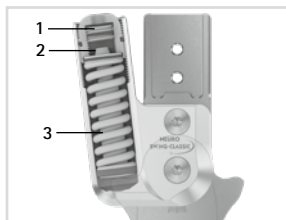
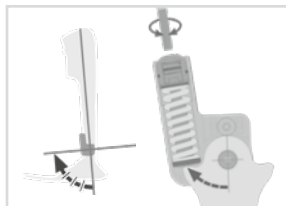
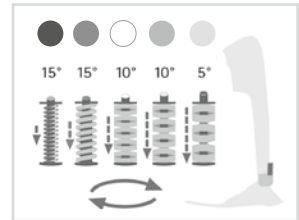

fig. 19
fig. 21
fig. 23
Mediante el tornillo de ajuste de alineación (1; fig. 19) se puede ajustar la alineación de la ortesis. Tenga en cuenta que debe realizarse un ajuste fino de 10° como máximo. No precargue la unidad de muelle porque esto puede provocar un deterioro de la articulación de sistema.
- Para aumentar el ángulo en flexión plantar, atornille la unidad de muelle a través del tornillo de ajuste de alineación (fig. 21). Preste atención a que el ángulo de la articulación no esté fuera de las marcas de grados.
- Para reducir el ángulo en dorsiflexión, desatornille la unidad de muelle a través del tornillo de ajuste de alineación (fig. 21). Preste atención a que el ángulo de la articulación no esté fuera de las marcas de grados.
El tornillo limitación de movimiento (2; fig. 19) permite un ajuste sin escalonamientos del rango de movimiento en flexión plantar o dorsiflexión. Cada unidad de muelle determina el rango de movimiento máximo posible. Están disponibles en 5°, 10° y 15°. Atornillando el tornillo limitación de movimiento se puede limitar o bloquear completamente el rango de movimiento máximo posible (fig. 21).
La fuerza elástica de muelle se puede modificar cambiando las unidades de muelle (3; fig. 19). Dependiendo de la fuerza elástica de muelle requerida, ponga la unidad de muelle adecuada en el canal para el muelle. Hay cinco unidades de muelle cuya fuerza elástica varía de normal a extra fuerte (fig. 23). Tenga en cuenta que la unidad de muelle determina el rango de movimiento máximo posible.